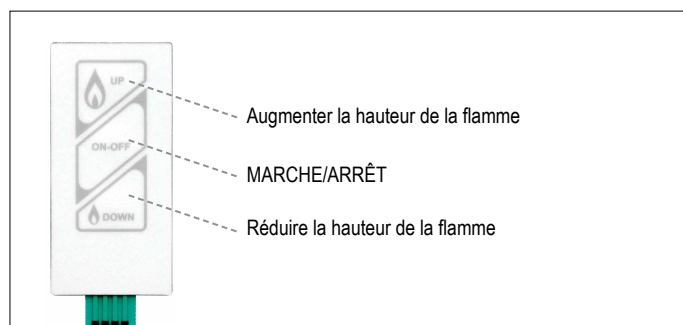

Figure 24: Pavé de touches / Commutateur mural
- Presser le bouton **ON-OFF** (voir figure 24) jusqu'aux deux bips courts confirme le démarrage de la séquence ; relâcher le bouton.